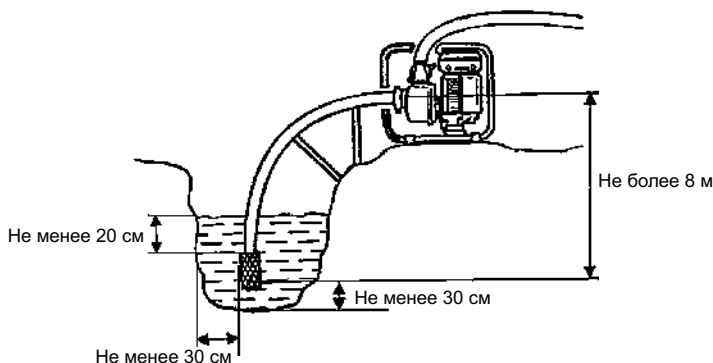

Рис.6 Расположение мотопомпы при эксплуатации
1. Установите мотопомпу вблизи водоема (емкости) на твердую ровную горизонтальную поверхность, опустите фильтр всасывающего рукава в водоем (емкость), обеспечив вертикальное положение фильтра. При установке фильтра соблюдайте все необходимые расстояния, как показано на Рис. 6.